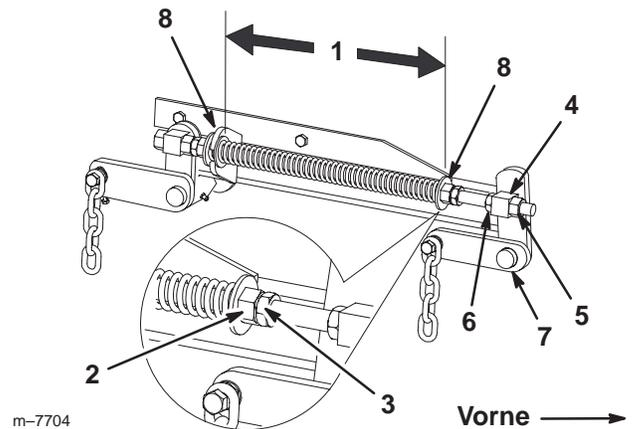

Bild 59
7. Lösen Sie die Klemmmuttern der vorderen Drehzapfen, vorne am rechten und linken Drehzapfen, um ungefähr 13 mm (Bild 59).
8. Stellen Sie die Hubmutter auf der linken und rechten Seite der Maschine ein, um einen Wert zu erzielen, der **vorne an Stelle A um 6 bis 10 mm niedriger ist als hinten an Stelle B** (Bild 59).
1. Heben Sie den Hubhebel des Mähwerks in die Transportposition an (Bild 59).
2. Prüfen Sie den Abstand zwischen den beiden großen Scheiben. Der Abstand muss 26 cm betragen (Bild 59).
3. Stellen Sie den Abstand ein. Lösen Sie die Federklemmmutter und drehen Sie die Mutter vorne an jeder Feder (Bild 59).
4. Arretieren Sie die Mutter, indem Sie die Federklemmmutter anziehen (Bild 59).